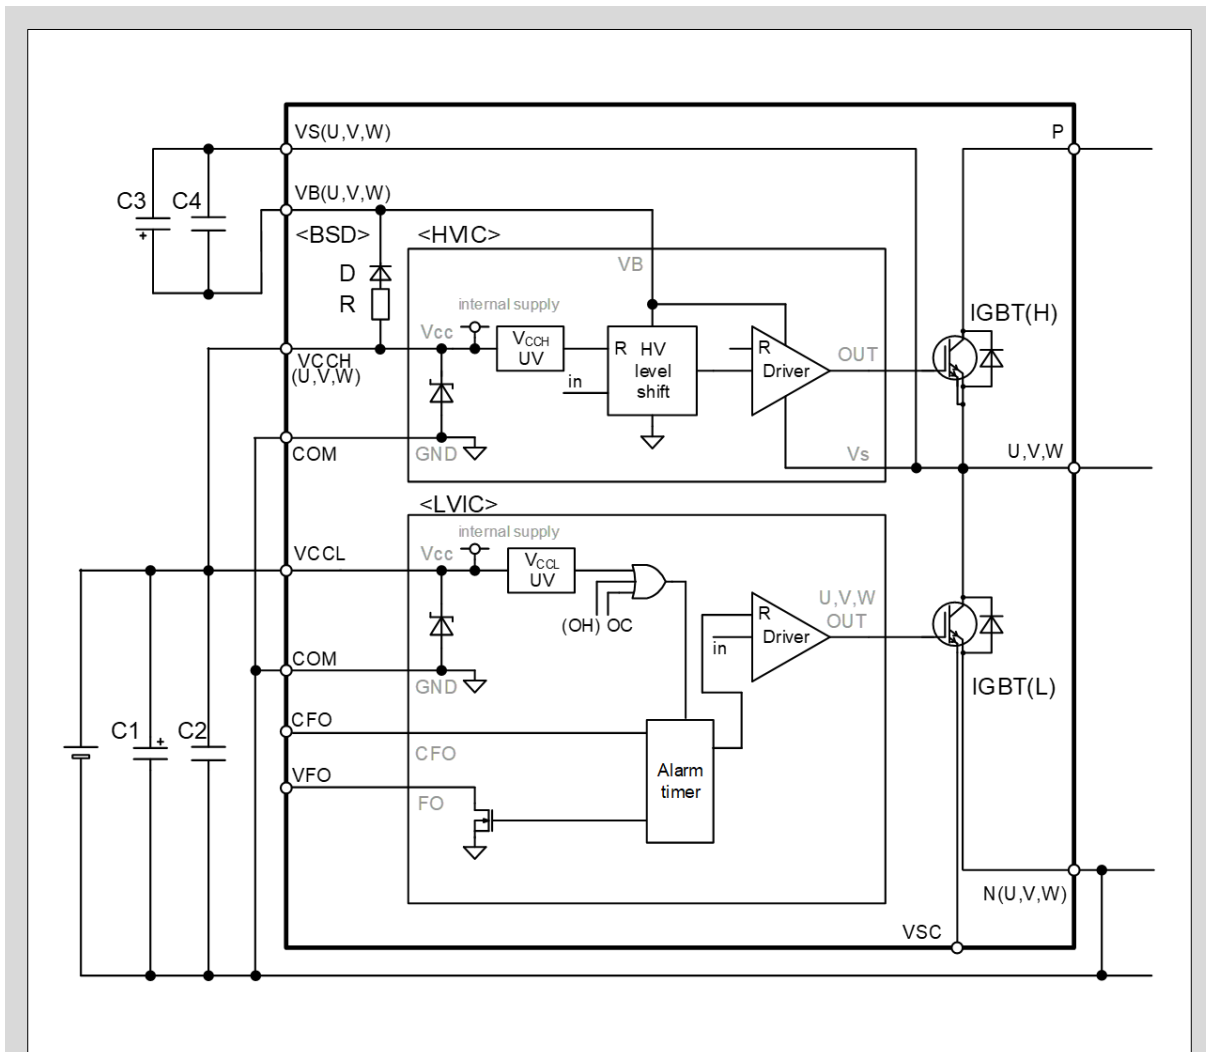

図3-1 ハイサイド・ローサイド制御電源電圧 VCCH(U,V,W), VCCLの低入力電圧保護回路
- 図3-1にVCCH(U,V,W), VCCLの低入力電圧保護回路を示します。
- 図3-1に示すVCCH(U,V,W)-COMとVCCL-COM端子間にダイオードが接続されています。これらのダイオードは本製品をサージ入力から保護するものであるため、電圧クランプダイオードとして使用しないでください。本製品が破壊する恐れがあります。